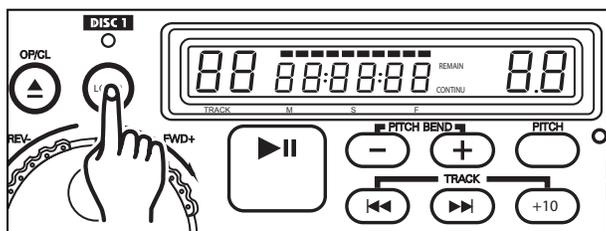

Figura 22
- 3) Presione el BOTÓN LOOP (2) nuevamente para fijar el punto de finalización del rulo continuo (Figura 22). El LED que se encuentra arriba del botón LOOP permanecerá encendido indicando que el rulo está en reproducción. Presione el BOTÓN LOOP nuevamente para cancelar el efecto de rulo.